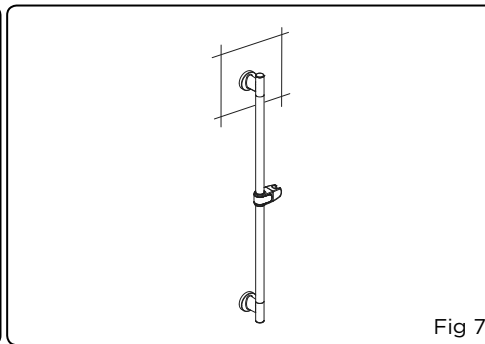

Fig 7
7. Repeat step 5-6 for bottom of slide bar (Fig 7).
7. Répéter les étapes 5 et 6 pour la partie inférieure de la barre (fig. 7).
7. Repita las etapas 5 y 6 para la parte inferior de la barra (fig. 7).